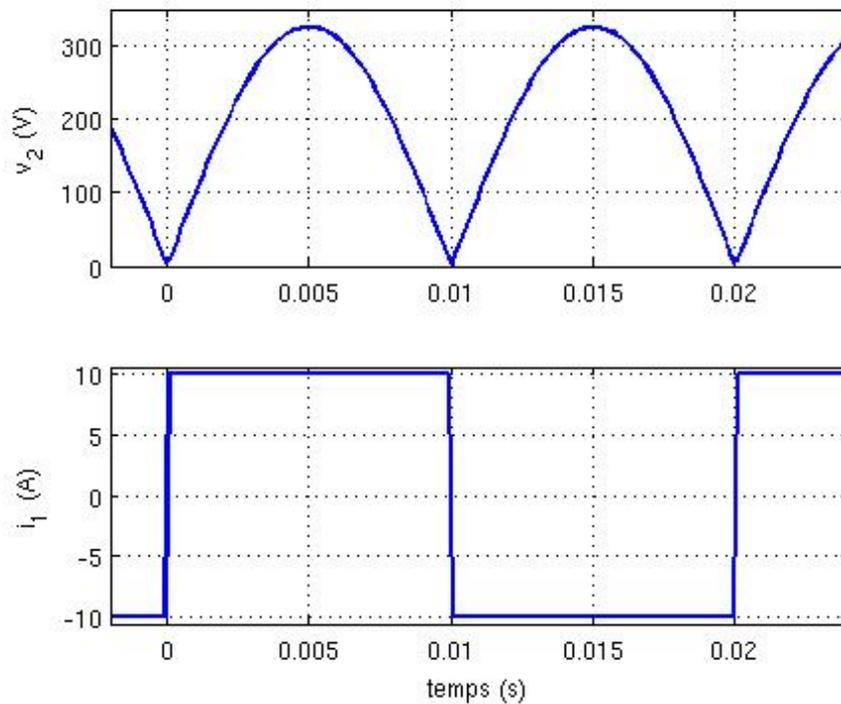
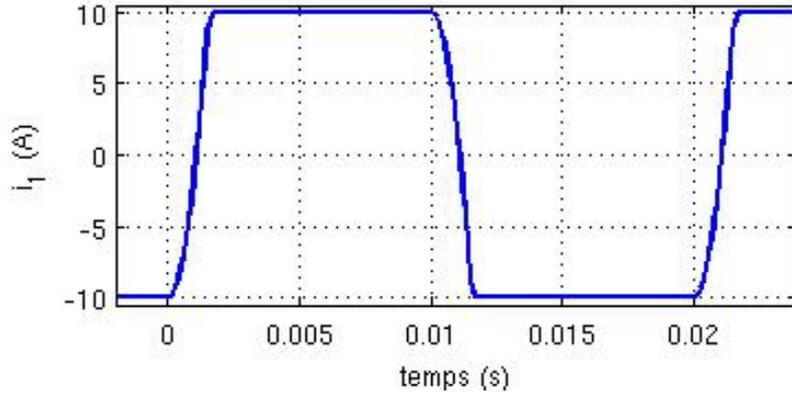

FIG. 2 – Tension aval et courant amont en conduction continue sans empiètement
FIG. 3 – Courant $i_1(t)$ en présence d'empiètement
3. Voir figure 2.
7. Voir figure 3. On observe que le courant varie de manière continue, ce qui n'était pas le cas sur la figure 2.